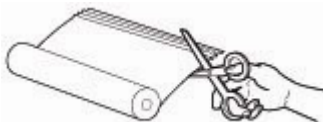

图 3-26 剪下褶皱部分
- 剪下褶皱部分，如图 3-26 所示。
- ② 文稿卡纸检修，具体步骤如下：